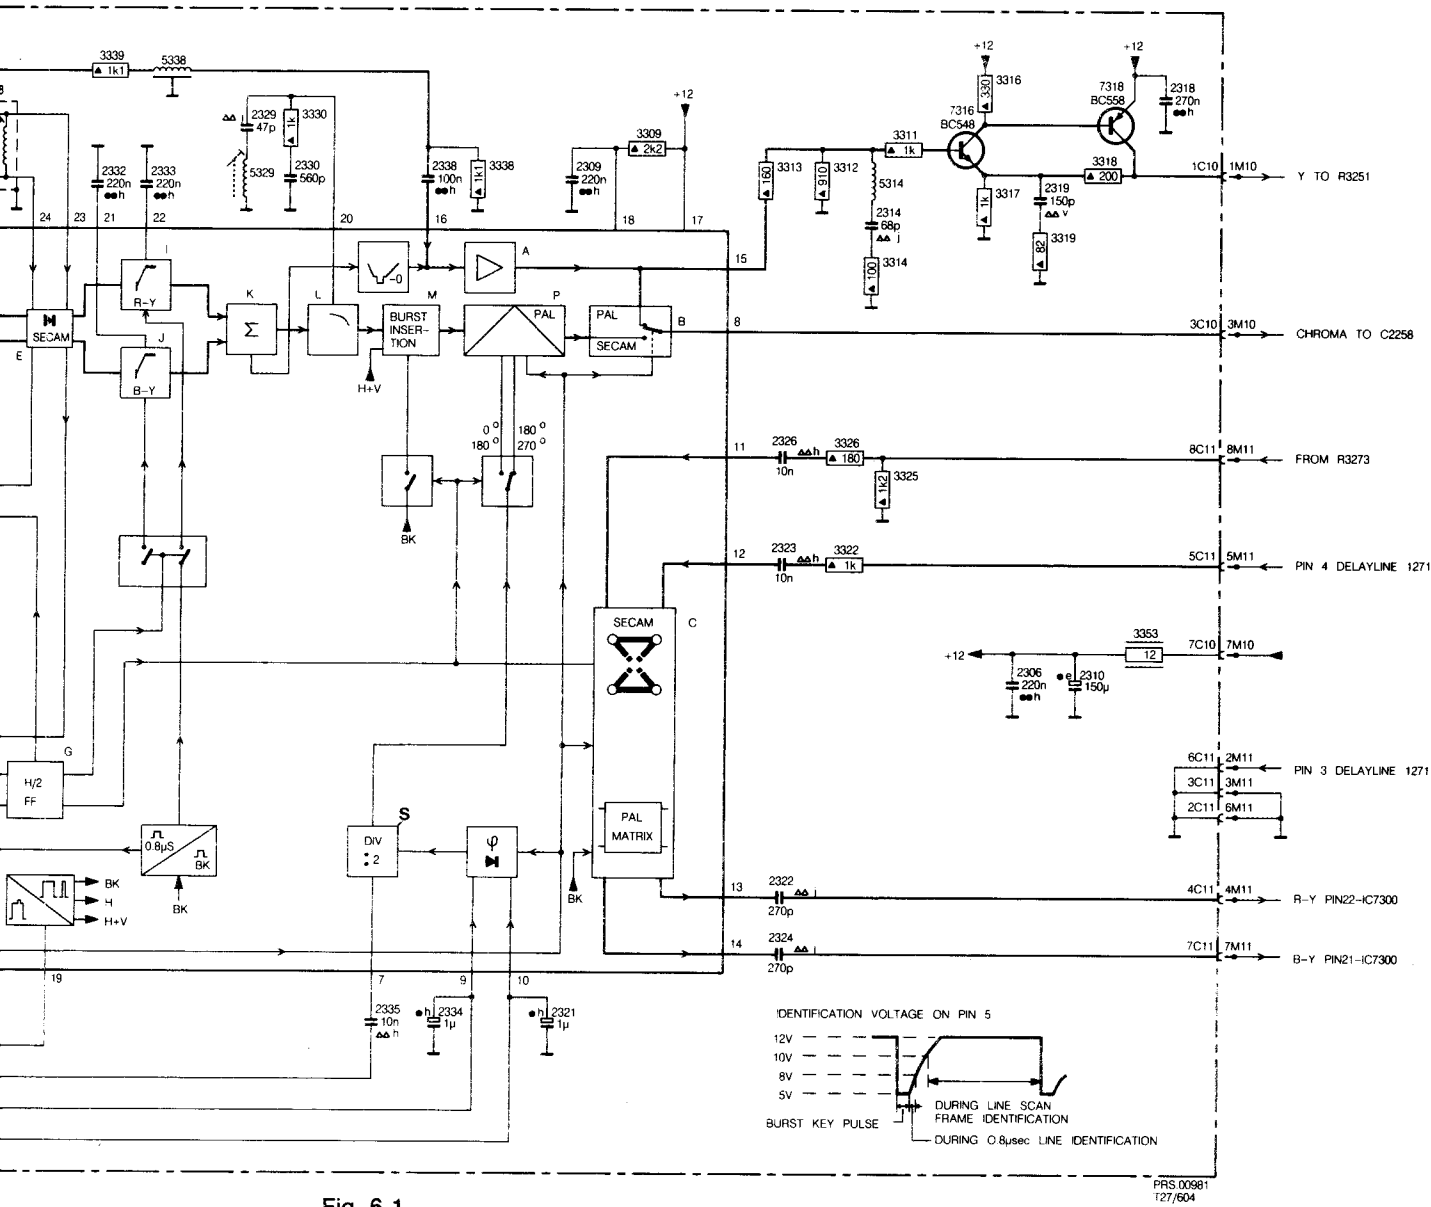

Fig. 6-1
6.1 Signalweg für SECAM-Videosignale (Bild 6.1)
TS7351 eingespeist wird, erscheint eine Spannungsform (siehe Bild 6.1) auf Anschluss 5 von IC7305.